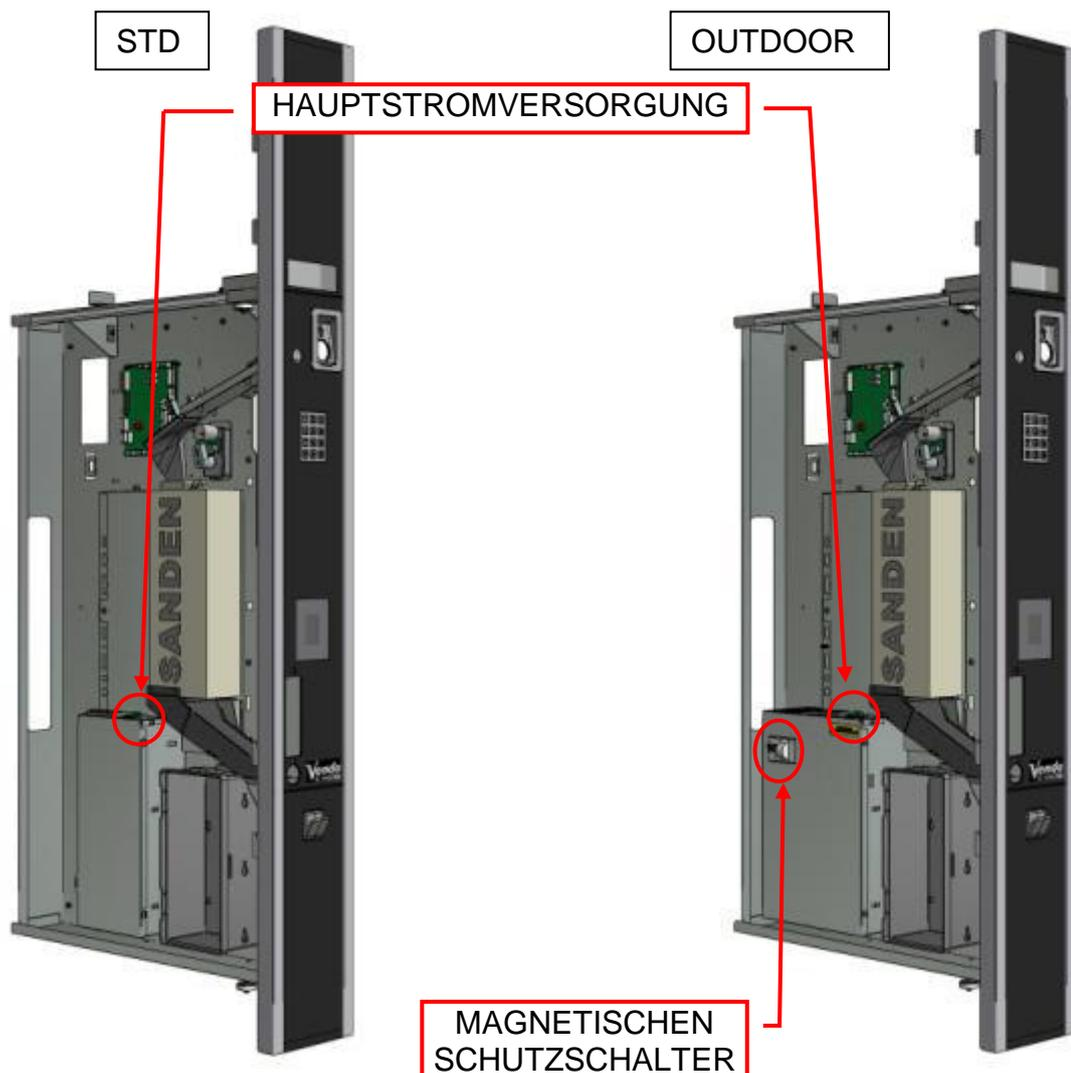

ABB. 5.7 HAUPTSCHALTER
- Zum Einschalten des Verkaufsautomaten: den grünen **Leucht-SCHALTER zum Ein- und Ausschalten der HAUPTSTROMVERSORGUNG** drücken (siehe Abb. 5.7), der sich auf der Transformatorbox im Inneren der Maschine befindet (untere rechte Seite)